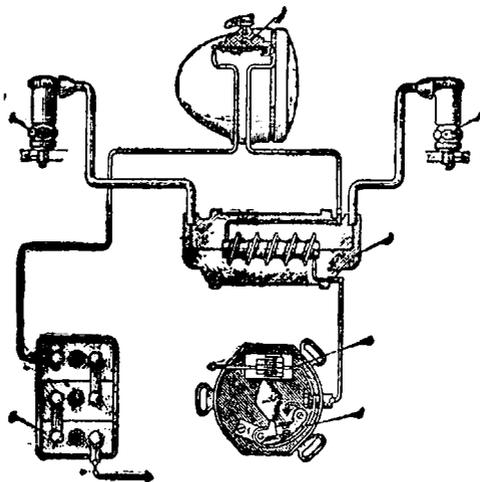

Рис. 55. Схема системы зажигания мотоцикла М-62:
**Система зажигания мотоцикла М-62.** Система зажигания мотоцикла М-62 (рис. 55) отличается от описанной выше системы зажигания конструкцией прерывателя и индукционной катушки зажигания. Кроме того, в системе зажигания мотоцикла М-62 отсутствует распределитель.